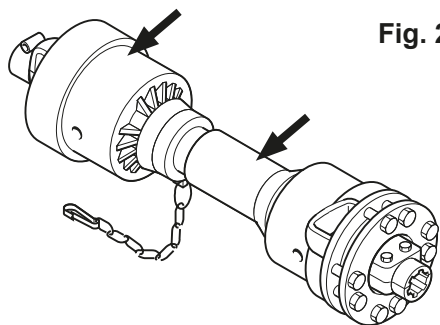
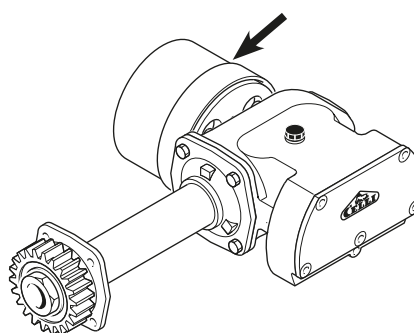

Fig. 2.1
Fig. 2.2
- Este producto está equipado con todas las protecciones de seguridad necesarias. Concretamente, asegurarse de la presencia de las protecciones indicadas en Fig.2.1 (protección eje cardánico) y Fig.2.2 (casco de protección toma de fuerza). Si estas protecciones de seguridad están ausentes o dañadas, está absolutamente